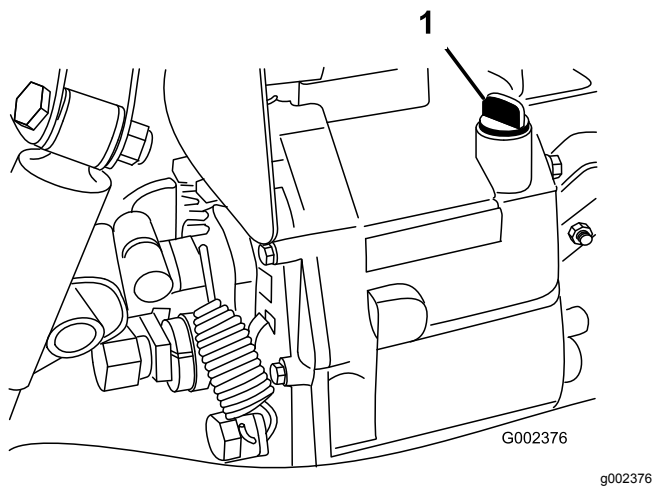

図 64
4. ディップスティック取り付け部の周辺をきれいにぬぐう **図 64**。